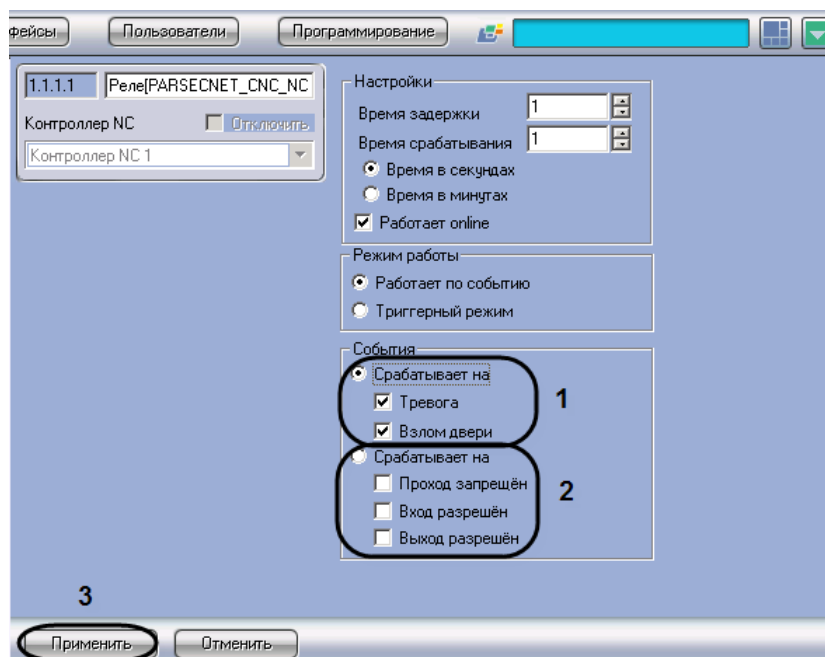

Рис. 3.4—18 Выбор событий, при наступлении которых срабатывает реле
1. Перейти на панель настроек объекта **Реле** (Рис. 3.4—18), соответствующего требуемому реле.
2. В случае, если реле должно срабатывать на тревожные события, установить переключатель в положение 1 (см. Рис. 3.4—18, 1). После этого установить флажки для тревожных событий, при наступлении которых будет срабатывать реле: **Тревога** и/или **Взлом двери**.
3. В случае, если реле должно срабатывать на нормальные события, установить переключатель в положение 2 (см. Рис. 3.4—18, 2). После этого установить флажки для нормальных событий, при наступлении которых будет срабатывать реле: **Проход запрещен**, **Вход разрешен** и/или **Выход разрешен**.
4. Нажать кнопку **Применить** (см. Рис. 3.4—18, 3).